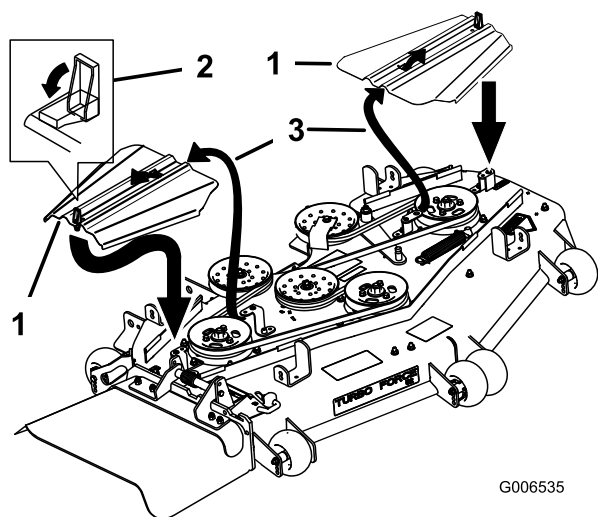

Figura 85
12. Montate i copricinghia infilandoli nelle linguette, avvitate i bulloni e chiudete i dispositivi di fermo (Figura 85).